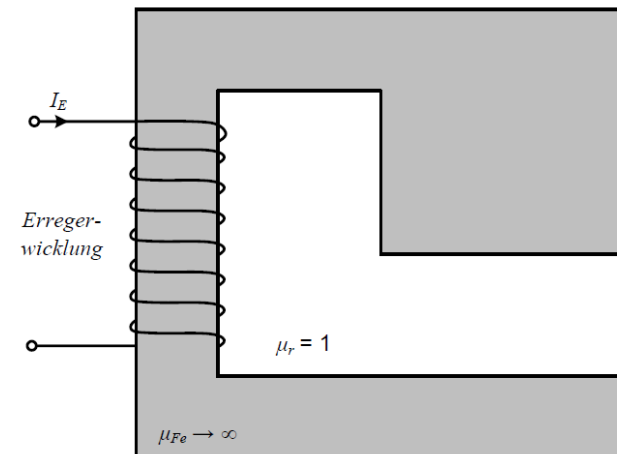

Abb. 2: Verlauf der Feldlinien im Linearantrieb.
- 1) Skizziere in **Abb. 2** den Verlauf der Feldlinien und trage deren Richtung ein. Dabei kann angenommen werden, dass das magnetische Feld im Bereich des Luftspaltes senkrecht aus dem oberen Schenkel austritt, linienförmig zum unteren Schenkel verläuft und in diesen wieder senkrecht eintritt. Welche Windungszahl N_E der Erregerwicklung ist erforderlich, um im Luftspalt ein magnetisches Feld mit $B_L = 0.8\text{T}$ zu erzeugen?